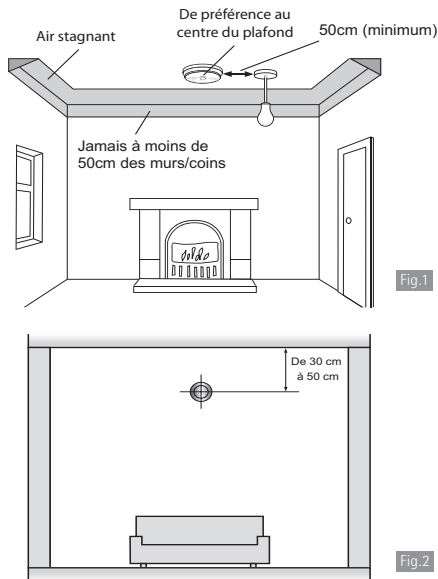

Fig.1
- À au moins 50cm des murs (voir la figure 1).